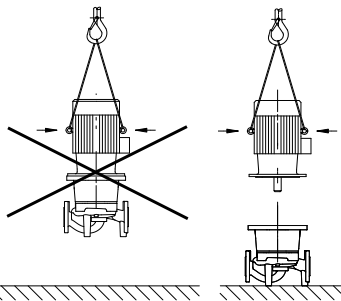

Fig. 4: Transporte del motor
- Las argollas de transporte del motor sirven solo para el transporte del motor, no para el transporte de toda la bomba (fig. 4).